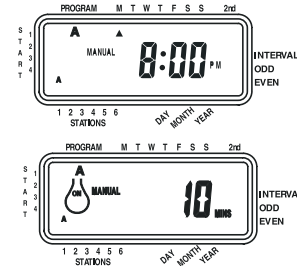

Figure 12: Arrosage manuel en programme A ou B uniquement
- ☛ Pour activer chaque station à laquelle une durée d'arrosage a été assignée pour le programme A **uniquement**, appuyer sur la touche **MANUEL**, et ensuite sur la touche **SUIVANT**. Cela activera les stations auxquelles des durées d'arrosage ont été attribuées en programme A uniquement. Pour initier l'arrosage semi-automatique, appuyer sur **ENTER** [Voir Figure 12].